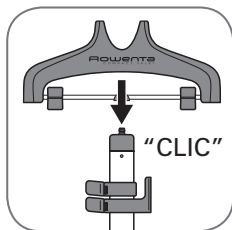

fig. 5
5. Emboitez verticalement le cintre sur le haut du mât jusqu'à entendre un clic. (fig. 5)